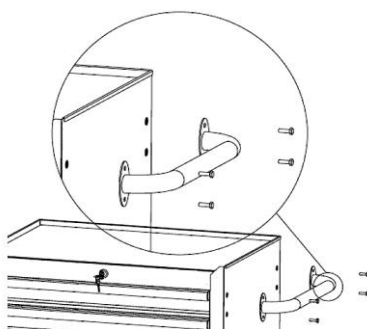

fig. 1
3. À l'aide du verrou (B), assurez-vous que tous les tiroirs (C) sont bien fixés.
4. Fixez la poignée de chaque côté de l'armoire à l'aide des rondelles à ressort (n° 15), des rondelles plates (n° 16) et des boulons (n° 14) fournis (fig. 1).
5. Placez les deux roulettes pivotantes (E) au-dessus des trous du côté de la poignée de l'armoire.